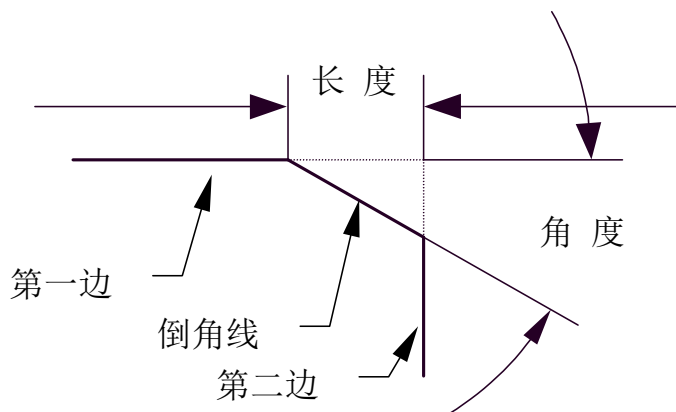

图 4-21 长度和角度的定义
- 3) 立即菜单中的【3: 长度】和【4: 角度】(或【4: 宽度】)两项内容表示倒角的轴向长度和倒角的角度。根据系统提示,从键盘输入新值可改变倒角的长度与角度。其中【轴向长度】是指从两直线的交点开始,沿所拾取的第一条直线方向的长度。【角度】是指倒角线与所拾取第一条直线的夹角,其范围是(0, 180)。其定义如图 4-21 所示。由于轴向长度和角度的定义均与第一条直线的拾取有关,所以两条直线拾取的顺序不同,所作出的倒角也不同。